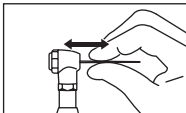

Fig. 3
- Kontrollér at filen er sat ordentligt fast ved at trække i den før brug. (Fig. 3)